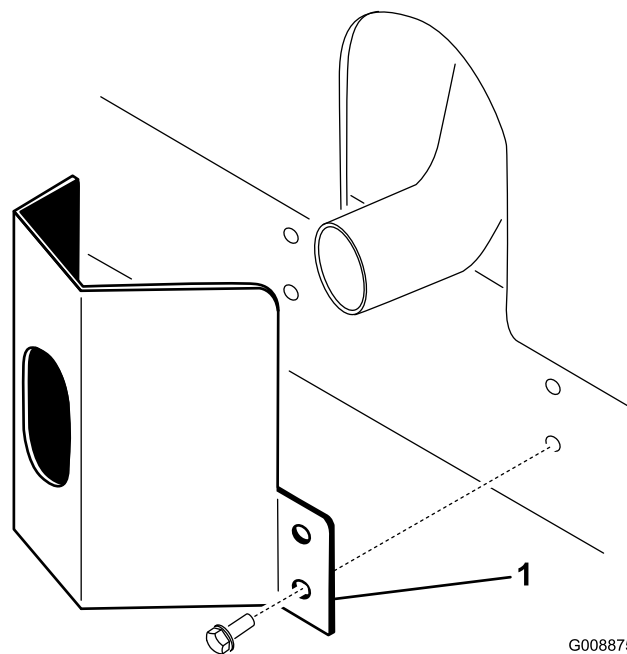

Рисунок 10
2. Закрепите ограждение выхлопа на раме с помощью 4 самонарезающих винтов (Рисунок 10).
1. Расположите ограждение выхлопа на глушителе, совместив монтажные отверстия с отверстиями в раме (Рисунок 10).